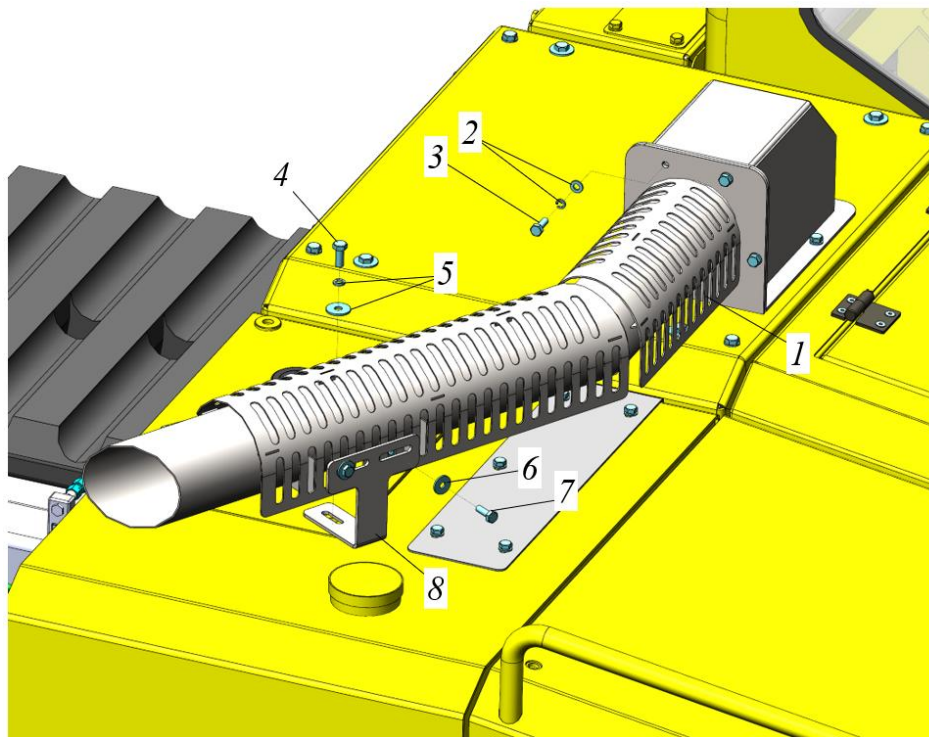

Рисунок 5.31. Демонтаж выхлопной трубы
- ▶ Ключом  на 17 отвернуть четыре крепежных болта 3 и снять шайбы 2. Тем же ключом отвернуть два болта 7 с шайбами 6 крепления кронштейна 8, рис. 5.31.